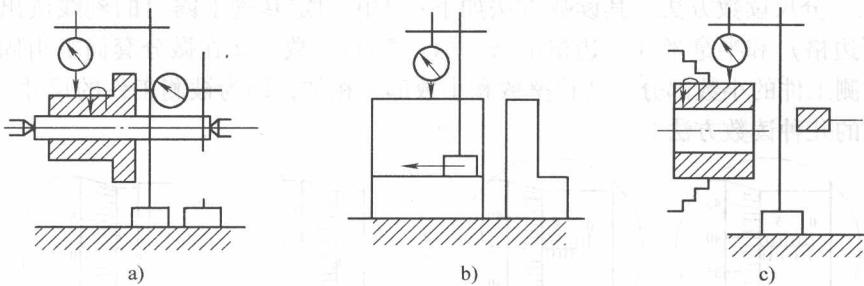

图 2-9 百分表的应用举例
3. 百分表的读数方法 读数时, 百分表盘上的长指针每转动一格为  $0.01\text{mm}$ , 短指针每转动一格为  $1\text{mm}$ , 长、短指针相加即为测量数值。其应用如图 2-9 所示。